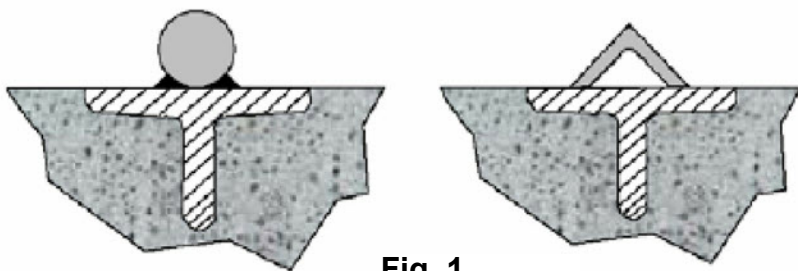
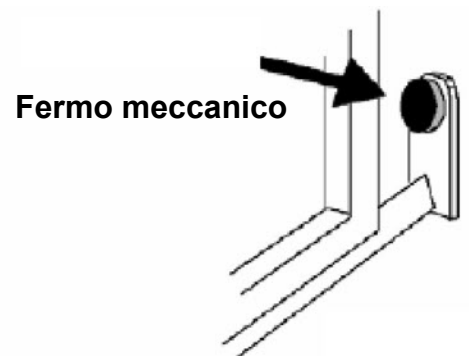
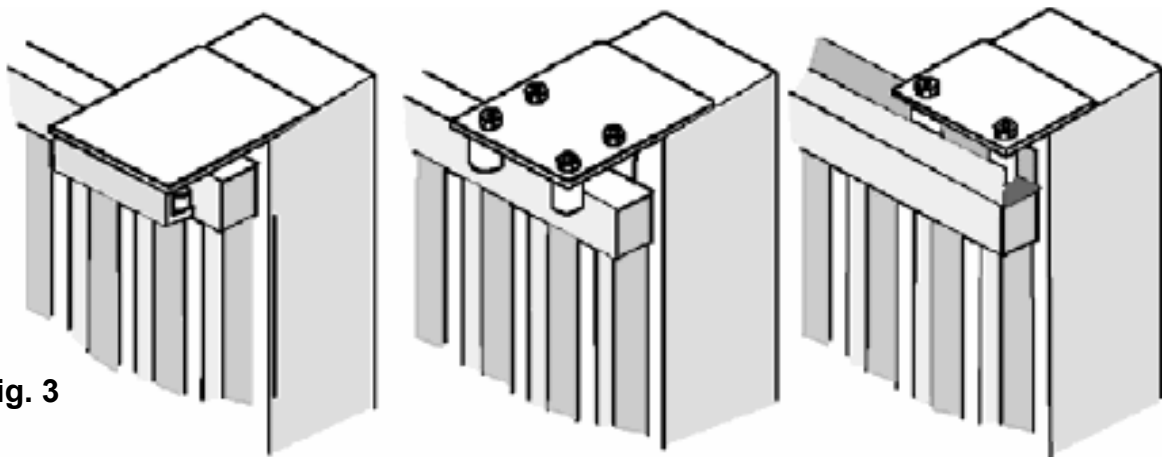

Fig. 1
Fig. 2
Fig. 3
- Prima di procedere al montaggio dell'automatismo, si verifichi che il cancello sia perfettamente funzionante, inoltre, è opportuno verificare che la guida di scorrimento a terra (**V. Fig. 1**) non presenti malformazioni, che sia perfettamente a livello e che sia presente il fermo meccanico in apertura (**V. Fig. 2**) al fine di evitare che il cancello esca fuori dalle guide superiori (**V. Fig. 3**)
- Verificare la guida di scorrimento superiore (**V. Fig. 3**) che sia ben salda e il cancello vi scorra liberamente.
Posizionare la piastra in dotazione (Fig. 1) ad una distanza di **50 mm** dal bordo del cancello e perfettamente in squadra con un'angolo di 90°.
Estrarre il carter superiore svitare le viti **A** e togliere la copertura **B**, passare i cavi nella fessura del motoriduttore (Fig.2).
Fissare la cremagliera sul cancello in modo saldo prevedendo una distanza da 2 a 3 mm dal pignone del motore (Fig.3).